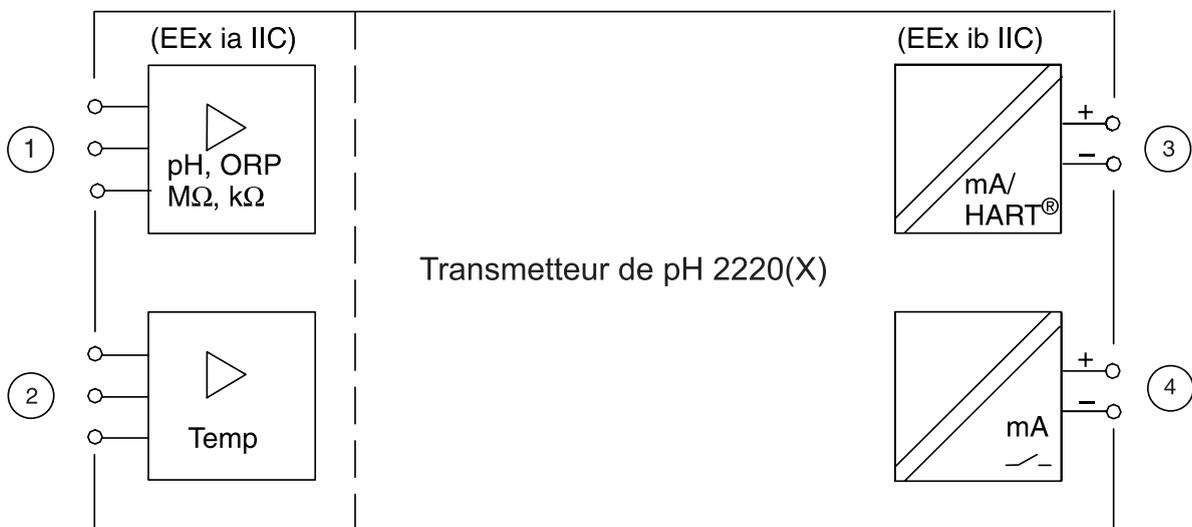

Fig. 2-1 Fonctions système du Transmetteur de pH 2220(X)
La Fig. 2-1 montre les fonctions système. Outre les entrées pour l'électrode de verre et de référence ① et pour la sonde de température ②, il est possible de raccorder une électrode d'équipotentialité qui sert également d'électrode auxiliaire pour la surveillance de la chaîne de mesure (Sensocheck®).